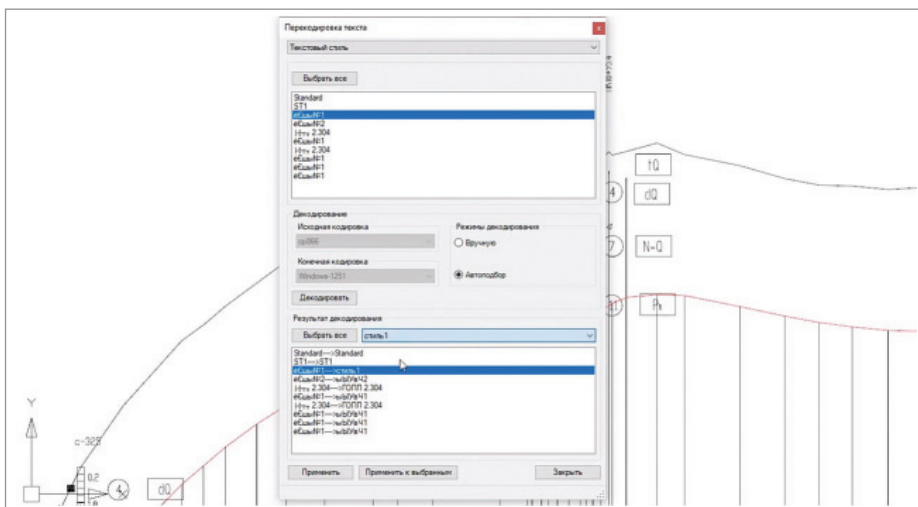

Рис. 3. Пример работы с проблемными DWG-файлами в платформе nanoCAD Plus: восстановление кодировки файла и кириллицы в именах слоев, блоков, стилей и т.д.
- Исправление кодировки DWG-файла: специфическая проблема для всех, кто работает с кириллицей и с файлами, тянущимися с DOS-времен (рис. 3). Проблема-то проявляется во всех DWG-средах, но только у нас вы можете исправить такие файлы; получали мы их в рамках техподдержки очень много³.